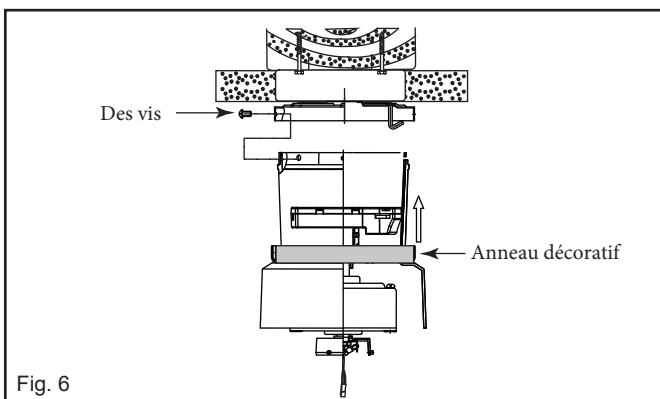

Fig. 6
Étape 1. Retirez deux des quatre vis de montage du moteur du ventilateur du kit adaptateur et desserrez les deux autres vis. (Fig. 6)